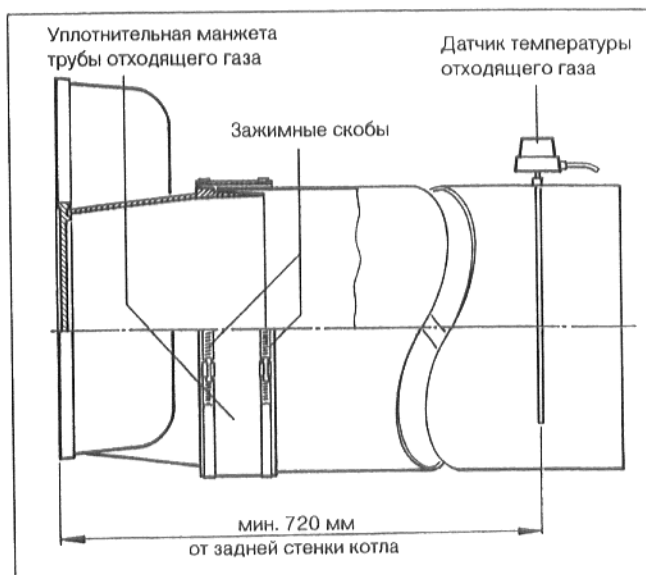

рис. 25
Мы рекомендуем использовать уплотнительную манжету трубы отходящего газа (рис. 25)
- Надеть внахлест уплотнительную манжету трубы отходящего газа на трубу отходящего газа и патрубок газосборника отходящего газа (рис. 25).
- На расстоянии от коллектора отходящего газа, равном двойному диаметру трубы отходящего газа, вварить муфту в трубу отходящего газа (рис. 25).